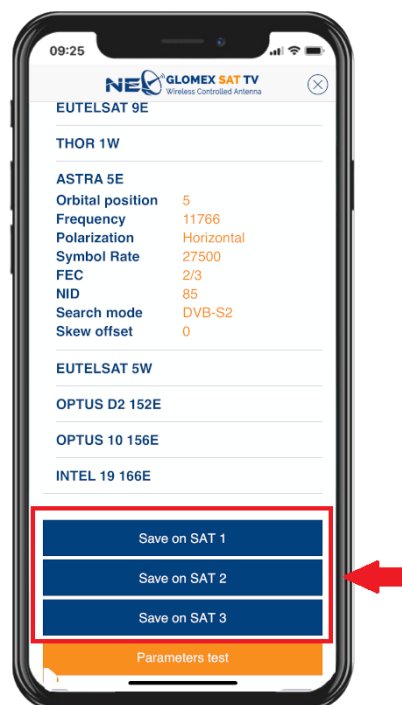

Fig. 44
- 1) placer le satellite sélectionné dans l'une des trois positions de l'unité de contrôle (**Fig. 44**).